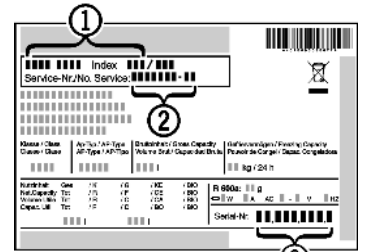

Fig. 43
- ▶ Прочетете от идентификационната табелка означението на уреда Fig. 43 (1), сервизния № Fig. 43 (2) и серийния № Fig. 43 (3). Идентификационната табелка се намира на лявата вътрешна стена на уреда.